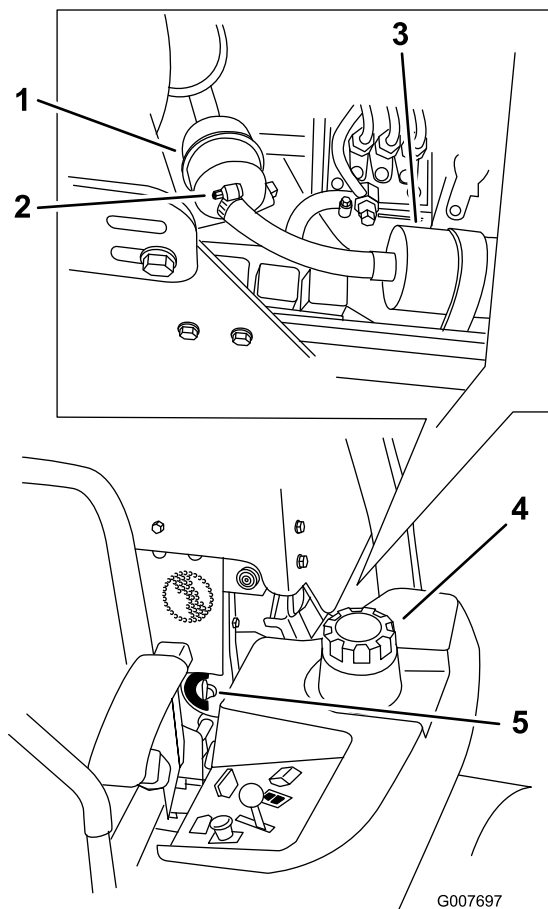

Figura 55
4. Feche a válvula de bloqueio do combustível (Figura 55).
5. Desaperte os 2 dispositivos de braçadeira de tubo e desligue as tubagens do combustível do filtro do combustível (Figura 55).
6. Monte um novo filtro de óleo. Ligue os tubos de combustível ao filtro do combustível e coloque as braçadeiras (Figura 55).